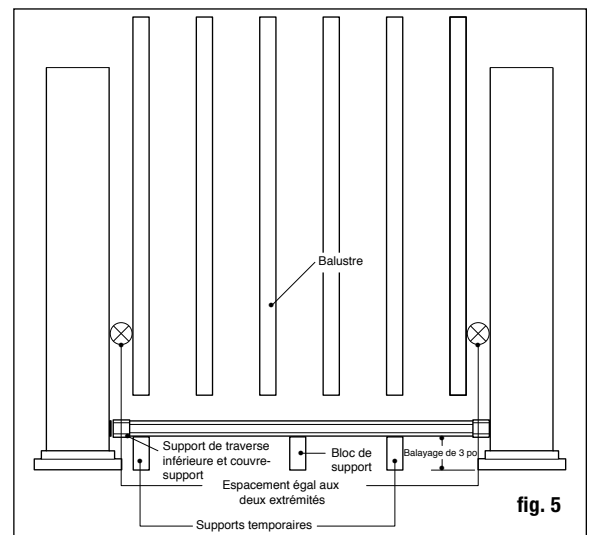

fig. 5
**Étape 6** Mesurez la distance entre les manchons de poteaux installés pour déterminer la longueur des traverses du haut et du bas. Placez la traverse inférieure en position près des poteaux et ajustez afin que la distance entre le premier trou de balustre et le poteau soit plus élevée que 5 cm (2 po), puis égale aux deux extrémités (voir la fig. 5). Marquez la traverse. Coupez la traverse du bas. Coupez la traverse du haut à la même espacement et longueur.
**Étape 10** Placez les couvre-supports et support de traverse aux extrémités de la traverse supérieure. Positionnez la traverse du haut en plaçant les balustres à l'intérieur des trous fraisés, tout en travaillant d'une extrémité à l'autre. Vérifiez que la traverse est à niveau. En utilisant le support comme guide, marquez la position des vis sur le manchon de poteau et sur les deux extrémités de la traverse. Percez des trous de guidage de 1/8 po dans le manchon de poteau et la traverse. Fixez le support au manchon de poteau grâce à des vis à tête carrées n° 8-15 x 2" - n° 2, puis fixez le support à la traverse en utilisant des vis à têtes carrées autotaraudeuses n° 10-16 x 3/4" - n° 2 (fig. 5).